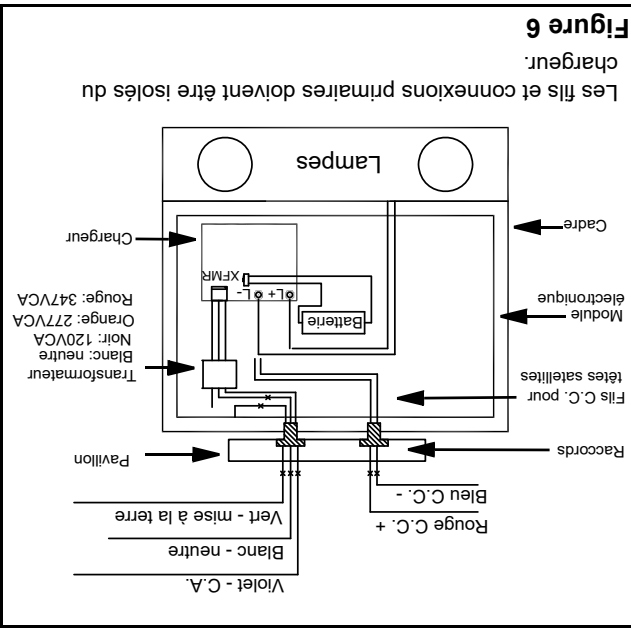

Figure 6
2. **Connexions électriques:** À l'aide du raccord fileté et fils C.A. (3 fils), connecter une extrémité aux conducteurs du transformateur, à l'intérieur du boîtier, puis l'autre extrémité à la ligne C.A. dans la boîte de jonction. Connecter le conducteur blanc au neutre, le violet à la ligne C.A. et le vert à la mise à la terre (Voir figure 6).
**Tête satellites Option :** Pour les modèles qui alimentent des têtes satellites, le raccord fileté et fils C.C. (2 fils) devra être installé. Une extrémité sera connectée au bornier du chargeur AD, à l'intérieur du boîtier, puis l'autre extrémité sera connectée aux fils C.C. d'alimentation des têtes satellites, dans la boîte de jonction. Connecter le conducteur rouge au positif, et le conducteur bleu au négatif (voir figure 6).